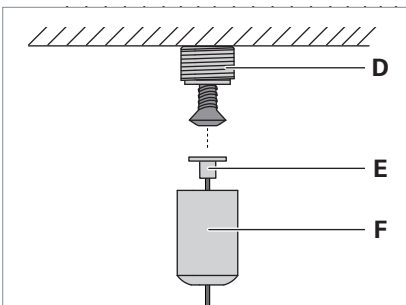

Fig. 7: Deckenbefestiger montieren.
- ▶ Schrauben Sie ein Gewinde **D** mit dem Abstand **a** zu dem zuvor montierten Halteblech und einer geeigneten Schraube an die Decke, siehe Tab. 2 und Fig. 7.